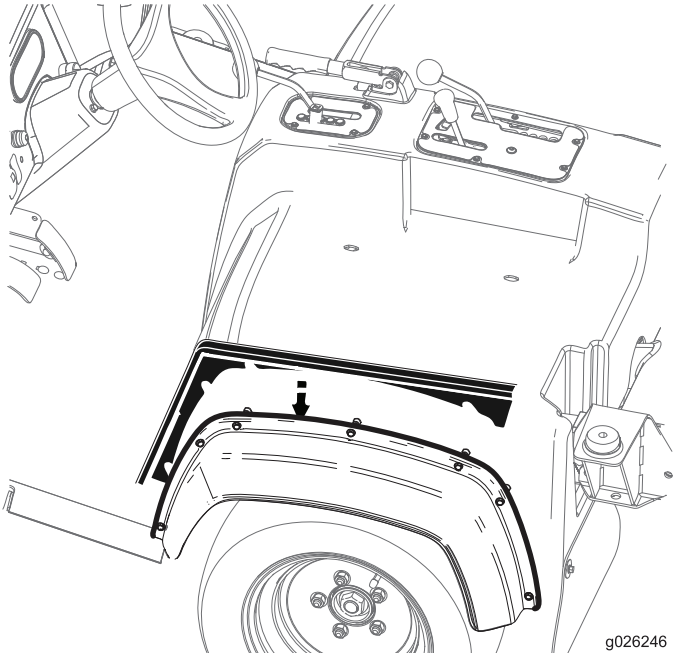

Bild 29
2. Schieben Sie die Seitenplatten zwischen die Sitzabdeckung und die seitlichen Kotflügel (Bild 29).